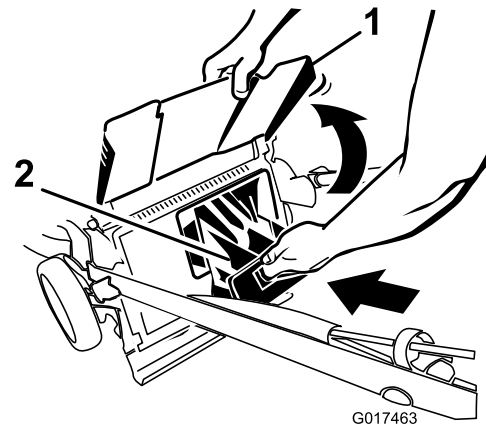
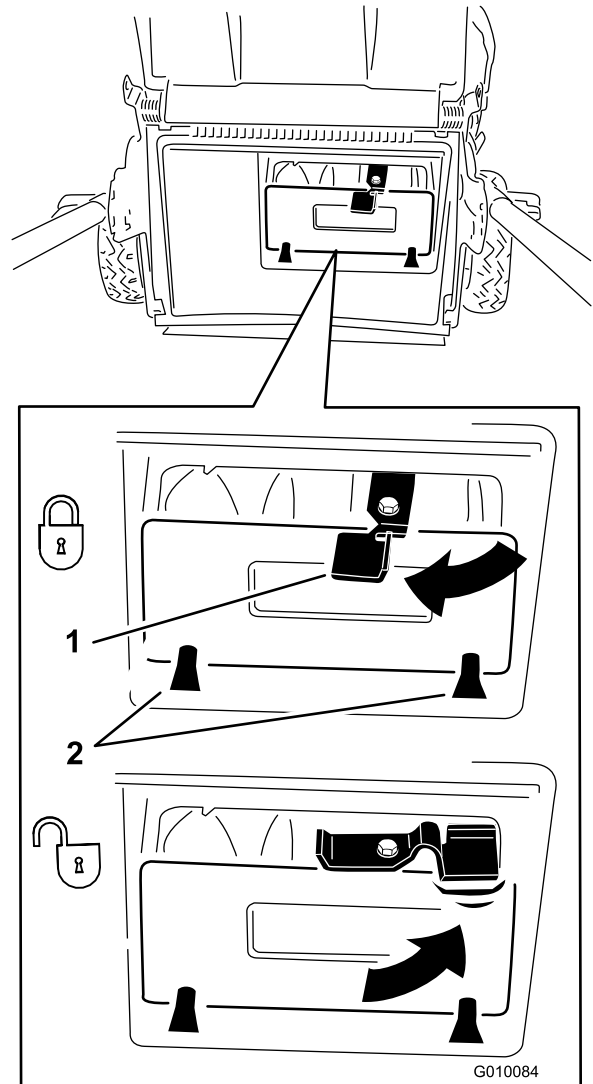

Figure 16
Figure 17
**Important:** Vérifiez que l'obturateur de l'éjecteur arrière est verrouillé en place. Pour verrouiller l'obturateur : relevez le déflecteur d'éjection (Figure 16), appuyez fermement sur l'obturateur jusqu'à ce qu'il s'enclenche en position derrière les pattes, et tournez le levier situé sur l'obturateur vers la gauche (Figure 17).
**Remarque:** Pour déverrouiller l'obturateur, tournez son levier vers la droite (Figure 17).